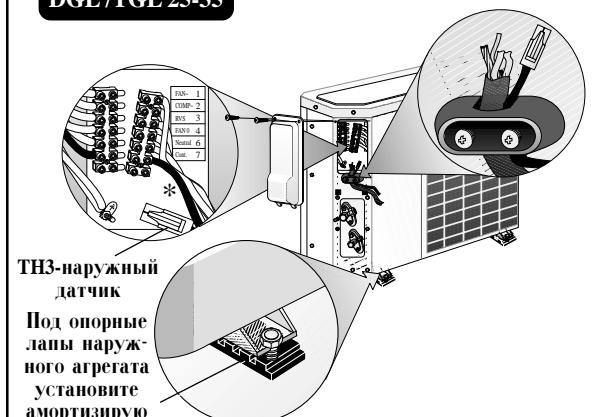

Рис. 10
- При установке моделей DGL и TGL 25-35 закрепите ножки наружного агрегата на основании, как показано на рис. 10а. Во избежание вибрации установите под ножки резиновые амортизаторы, входящие в комплект.
- При установке моделей DGL и TGL 25-35 закрепите кабель соединения агрегатов при помощи зажима, показанного на рис. 10а.
- При установке TGL 9-20 закрепите кабель соединения агрегатов между пластиковыми пальцами, как показано на рис. 10.
Рис. 10а